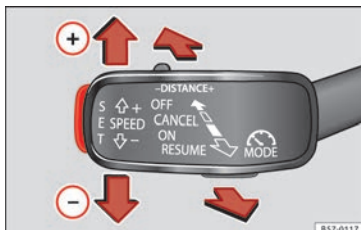

Abb. 48 Links von der Lenksäule: Dritter Hebel zur Bedienung des GRA.
- GRA einschalten: dritten Hebel in Stellung **ON** »» Abb. 48 bringen. System wird eingeschaltet, jedoch erfolgt noch keine Regelung, da noch keine Geschwindigkeit gespeichert ist.
- GRA aktivieren: Drücken Sie die Taste **SET** »» Abb. 48. Die aktuelle Geschwindigkeit wird gespeichert und geregelt.
- GRA vorübergehend abschalten: Den Hebel in die Stellung **CANCEL** »» Abb. 48 bringen und loslassen oder das Bremspedal betätigen. Regelung wird vorübergehend abgeschaltet. »»
- GRA wieder einschalten: Den Hebel in die Stellung **RESUME** »» **Abb. 48** bringen und loslassen. Die gespeicherte Geschwindigkeit wird erneut gespeichert und eingestellt.
- GRA abschalten: Den dritten Hebel in die Stellung **OFF** »» **Abb. 48** bringen. Das System